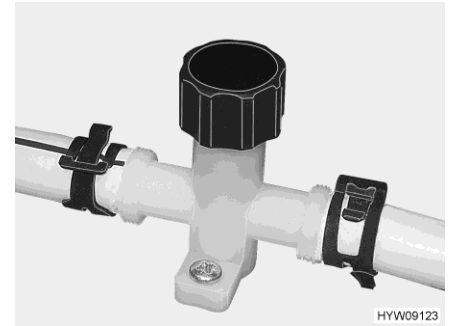

Fig. 103 Llave de desagüe (tubería de agua)
- Cerrar las llaves de desagüe (Fig. 103). Para ello, cerrar el capuchón respectivo girando en sentido de las agujas del reloj. El lugar de instalación de la válvula de seguridad/purga y de las llaves de desagüe figura en el apartado 10.6al final del presente capítulo.